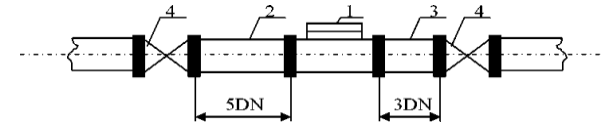

Рис. 3 Рекомендована схема встановлення лічильника
8.2. Лічильники необхідно встановлювати в місцях, зручних для зняття показань, технічного обслуговування і монтажу/демонтажу (рис.3). Обов'язковою умовою є повне заповнення трубопровода водою під час експлуатації. Монтаж і введення в експлуатацію лічильників повинна здійснювати організація, яка має відповідний дозвіл та ліцензію